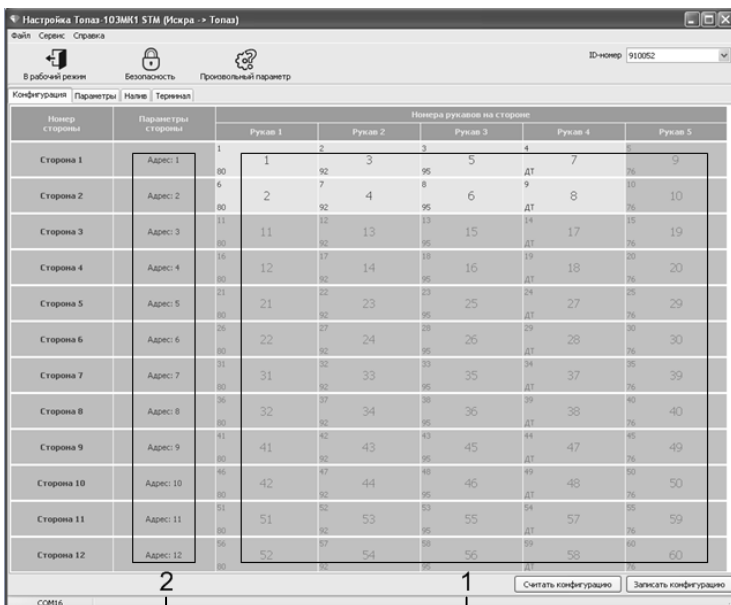

Рисунок 3
6.5 Для настройки параметров рукава сделать двойной клик левой кнопкой мыши по адресу требуемого рукава (рисунок 3, область № 1). В появившемся окне установить новые значения и нажать "ОК". Чтобы настроить сетевой адрес стороны, сделать двойной клик левой кнопкой мыши по адресу требуемой стороны (рисунок 3, область № 2). В появившемся окне задать новое значение и нажать "ОК". После внесения всех изменений нажать кнопку "Записать конфигурацию".